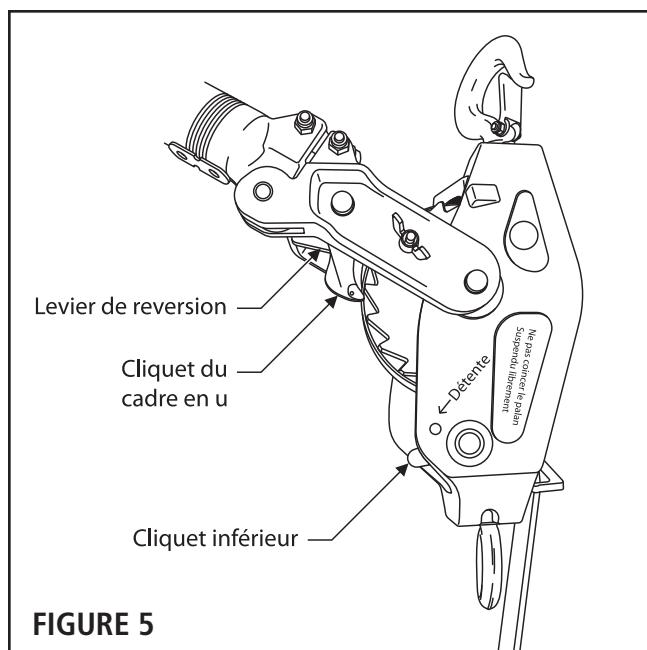

FIGURE 5
- 2) Appuyer sur le cliquet inférieur du cadre principal pour le maintenir à l'écart des dents du rochet et tirer simultanément sur la sangle à la distance/longueur requise (FIGURE 5).